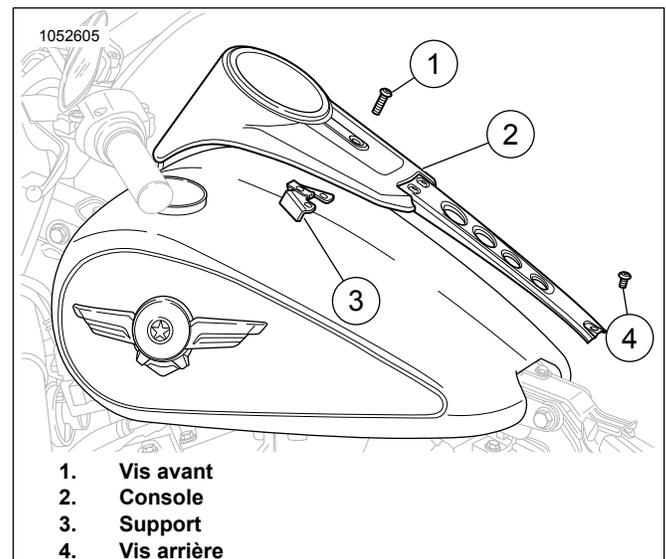
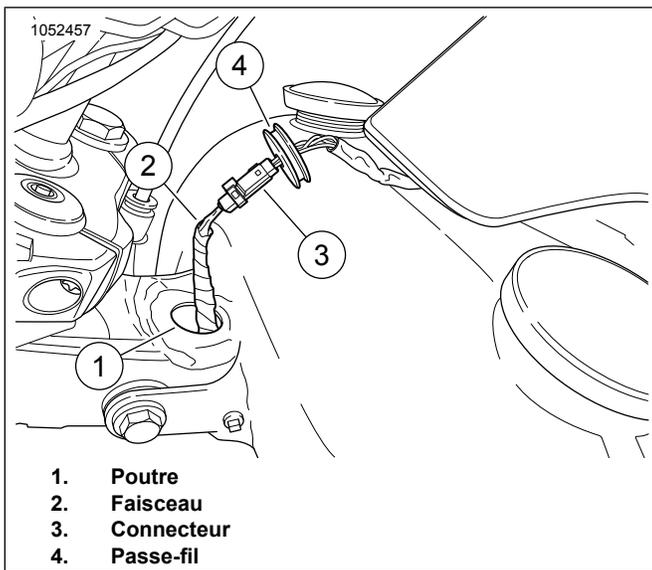

Figure 1. Console
Figure 2. Faisceau de console
1. Consultez Figure 1 . Détacher la console.
- a. Retirer la vis avant (1).
- b. Retirer la vis arrière (4)
- c. Déplacer la console (2) vers l'arrière.
2. Consultez Figure 2 . Déconnecter le connecteur.
- a. Retirer l'œillet (4) de l'ossature (1).
- b. Tirer le faisceau (2) à partir de l'ossature.
1. Consultez Figure 2 . Connecter le connecteur.
- a. Connecter le connecteur (3).
- b. Acheminer le faisceau (2) dans l'ossature (1).
- c. Placer l'œillet (4) dans l'ossature.
2. Consultez Figure 1 . Installer la console.
- a. Aligner la console (2) sur le support (3).
- b. Installer la vis avant (1).
- c. Installer la vis arrière (4).